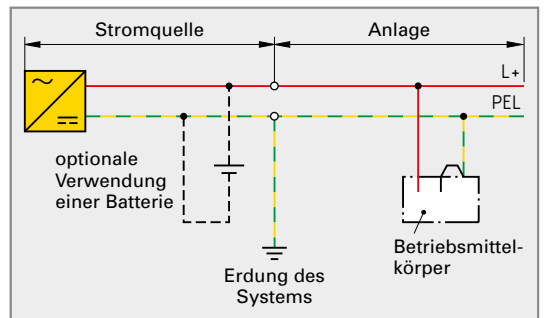

Bild 4: TN-C-DC-System
- TN-C-DC-System (**Bild 4**),